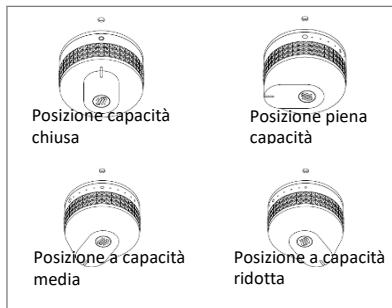

Figura 1 : Regolazione della leva di comando
6. Regolare poi a piacimento l'altezza della piastra girando la o le leve di comando da calore massimo (cerchio grande) a calore minimo (cerchio piccolo) (Vedere figura 1)
7. Per spegnerlo, riportare le leve di comando sul simbolo di chiusura (O) e poi chiudere il rubinetto della bombola del gas.